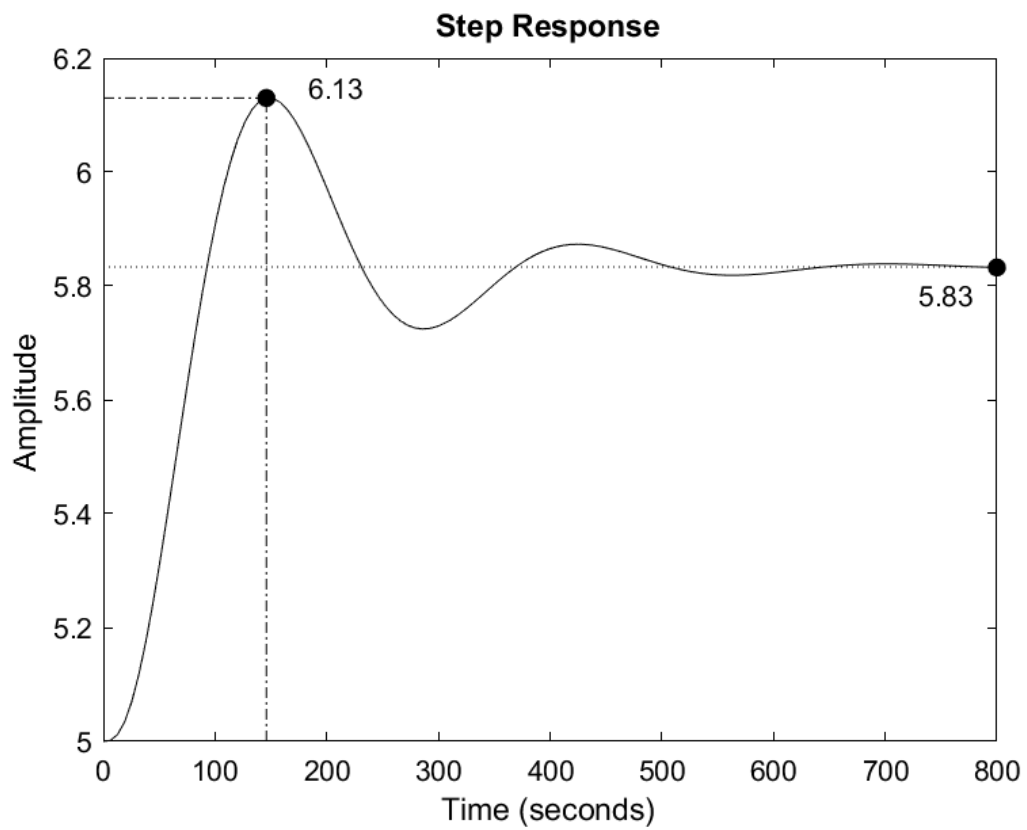

FIGURE 3 – Réponse du système asservi à un échelon unitaire avec un correcteur P, pour une valeur de  $K$  inconnue
La figure 3 donne la réponse du système asservi à un échelon de position unité pour une certaine valeur de  $K$  (attention aux conditions initiales non nulles!).
- 3.4)** Calculer le temps du 1er dépassement ( $t_{pic}$ ) et tracer à main levée, sur la figure 3, la réponse du système asservi avec le correcteur PID calculé.